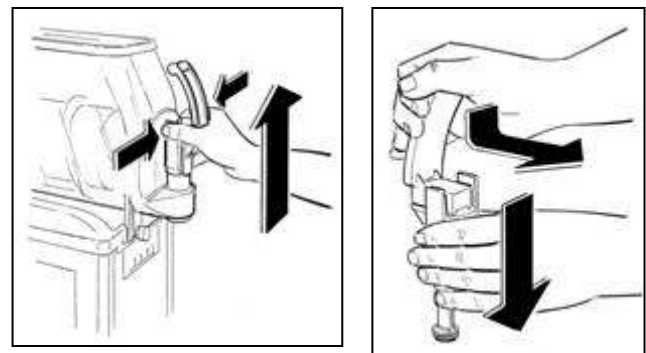

Fig. 16
- Smontare il rubinetto dalla vasca premendo contemporaneamente sulle due alette di blocco e sollevarlo in modo da estrarlo dalla propria sede (fig.16).
- Scomporre il rubinetto in tutti i suoi componenti tenendo premuto verso il basso il corpo e sfilando la leva dalla propria sede (fig.16).